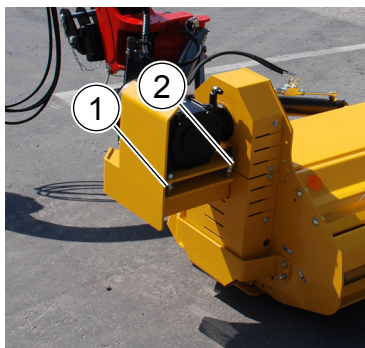

Fig.52
- Svitare o avvitare le viti (1 e 2 "Fig.52") regolando così la tensione delle cinghie.
- Loose the bolt of fixing of the box gears (1, 2, "Fig.52").
- Desserrer ou serrer les vis (1, 2, "Fig.52"), régulant ainsi la tension de la courroie.
- Lösen oder die Schrauben (1, 2, "Fig.52") festziehen und damit die Bandschnecke regulieren.
- Schutz entfernen (1, "Bild 52").
- Abschrauben Sie den Deckel (2). Wenn Öl aus dem Sitz der Kappe entsteht, bedeutet dass der Füllstand ist richtig. Anderenfalls nachfüllen (Typ Öl SPARTAN EP150, oder gleichwertig)
- Aflojar o apretar los tornillos (1, 2, "Fig.52"), con lo que regula la tensión de la correa.
- Remover la protección (1, "Fig 52").
- Destornillar el tapón (2). Si el aceite a lora de la sede del tapón signi ica que el nivel es corregido. En caso contrario rellenar (aceite tipo SPARTAN EP150 o similar)